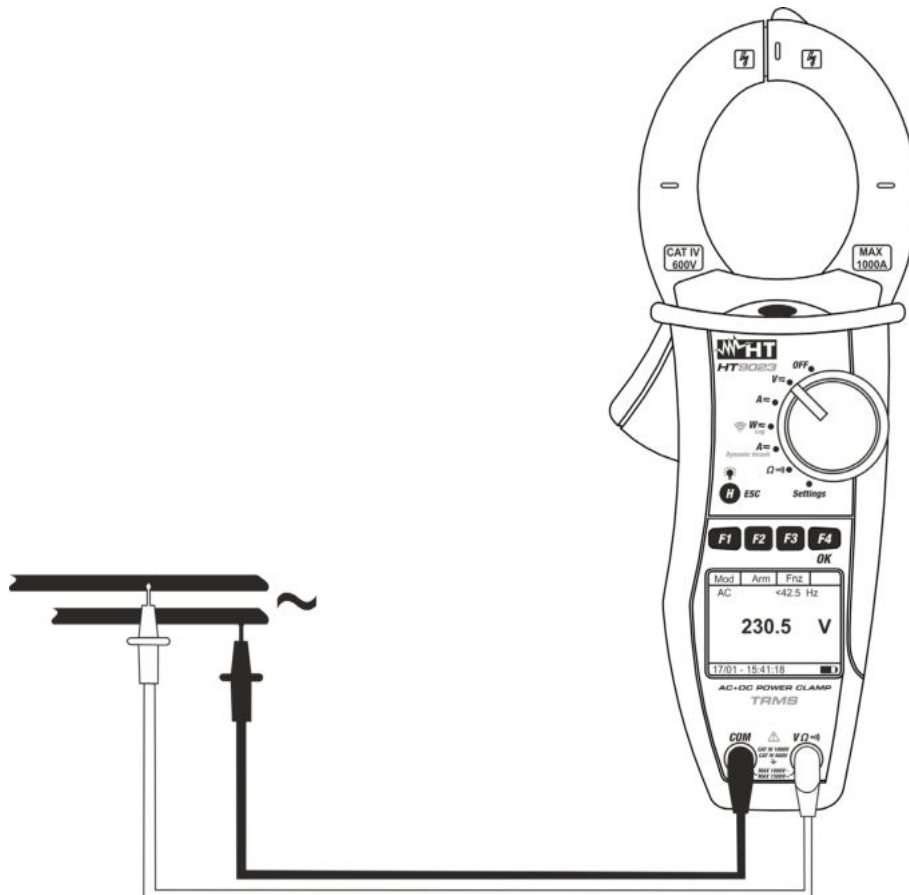

Fig. 6: Misura di Tensione AC e AC+DC
4. Inserire il cavo rosso nel terminale di ingresso **VΩⓂ**) e il cavo nero nel terminale di ingresso **COM** e posizionare i puntali nei punti desiderati del circuito in esame (vedere Fig. 6)